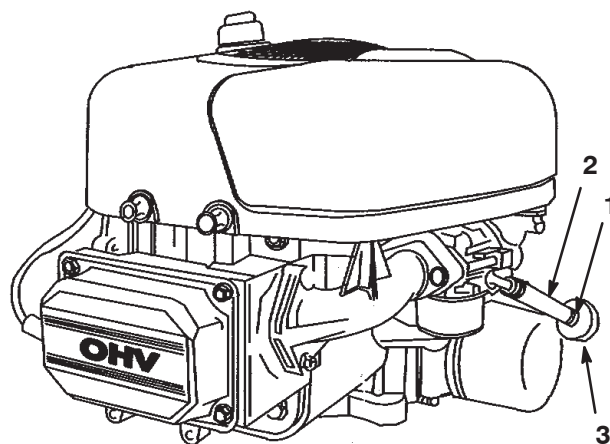

Figure 35
3. Desserrez le collier de serrage au niveau du filtre à carburant et repoussez-le le long de la conduite d'alimentation pour l'éloigner du filtre (Fig. 35).
4. Débranchez la conduite d'alimentation du filtre (Fig. 35).
- Raccordez la conduite d'alimentation au filtre. Rapprochez le collier de serrage du filtre pour fixer la conduite d'alimentation (Fig. 35).
- Pincez les extrémités des colliers et faites glisser ceux-ci pour les éloigner du filtre (Fig. 35).
- Posez un filtre neuf et rapprochez les colliers de fixation du filtre (Fig. 35).